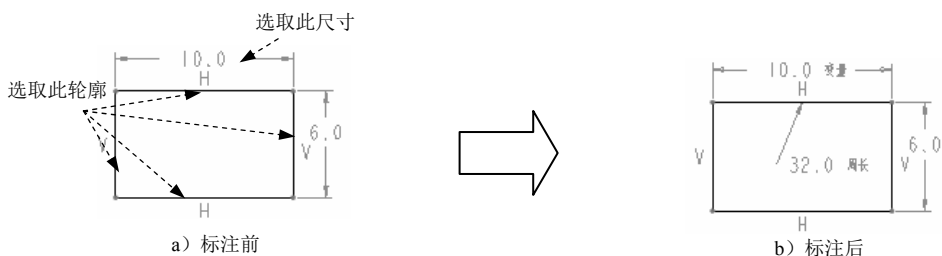

图 4.9.12 矩形周长标注
(2) 标注矩形的周长。
Step2. 此时系统弹出“选择”对话框，按住 Ctrl 键，选择图 4.9.12 a 所示的轮廓，单击“选择”对话框中的 **确定** 按钮；再选择图 4.9.12 a 所示的尺寸，此时系统在图形中显示出周长尺寸。结果如图 4.9.12 b 所示。